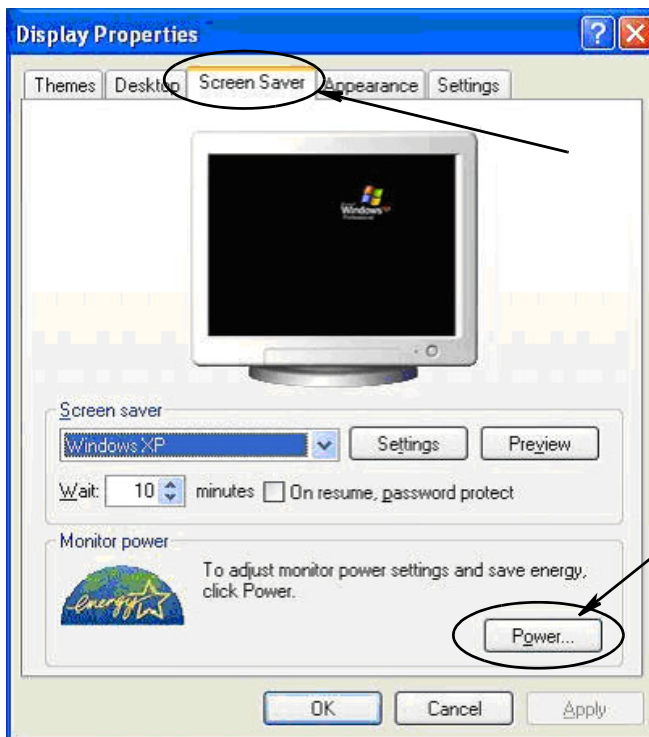

FIG. 14
2. È visualizzata la finestra delle proprietà. Selezionare la scheda Screen saver. Nella parte relativa all'alimentazione del monitor della schermata, selezionare il pulsante Alimentazione (FIG. 14).